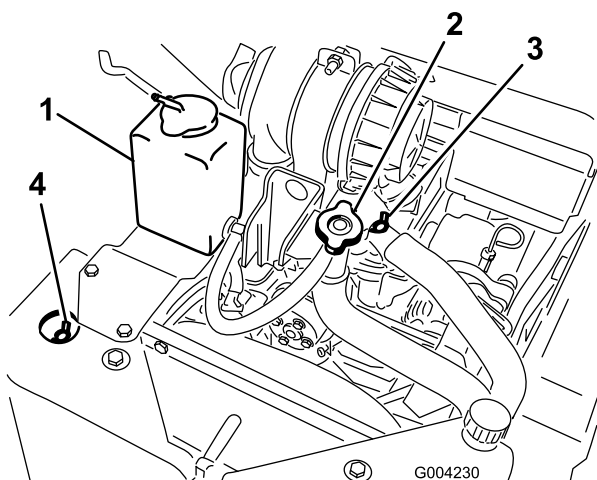

Figura 21
A. Retire el tapón de llenado de refrigerante (Figura 21).
B. Abra las válvulas de purga de refrigerante delantera y superior (Figura 21).
C. Vierta refrigerante por el cuello de llenado de refrigerante hasta que el refrigerante empiece a salir de la válvula de purga de refrigerante delantera (Figura 21).
D. Cierre la válvula de purga de refrigerante delantera (Figura 21).
E. Vierta refrigerante por el cuello de llenado de refrigerante hasta que el refrigerante empiece a salir de la válvula de purga de refrigerante superior (Figura 21).
F. Cierre la válvula de purga de refrigerante superior (Figura 21).
G. Vierta refrigerante en el cuello de llenado de refrigerante hasta que el nivel de refrigerante llegue al cuello de llenado (Figura 21).
H. Coloque el tapón de llenado de refrigerante (Figura 21).
I. Añada refrigerante al depósito de expansión hasta que llegue a la línea Lleno del lateral del depósito (Figura 21).